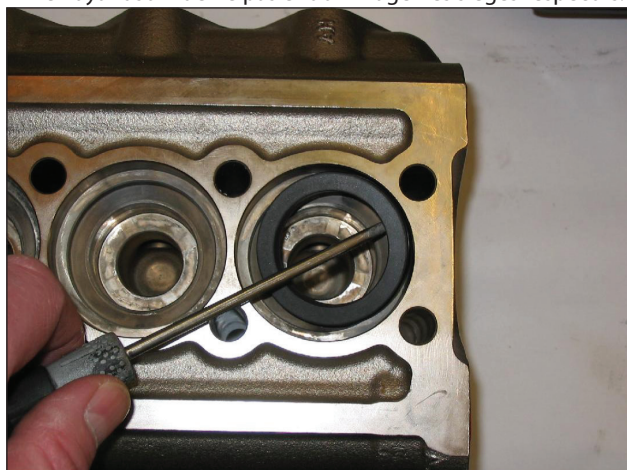

Fig. 21
C) Extraire les bagues d'étanchéité à haute pression de la tête et celles de basse pression du support correspondant en utilisant des outils ordinaires, comme l'indique la Fig. 21 et en ayant soin de ne pas endommager les sièges respectifs.
Faire attention à l'ordre de démontage de l'empilement des joints, comme l'indique la Fig. 21, qui se compose :